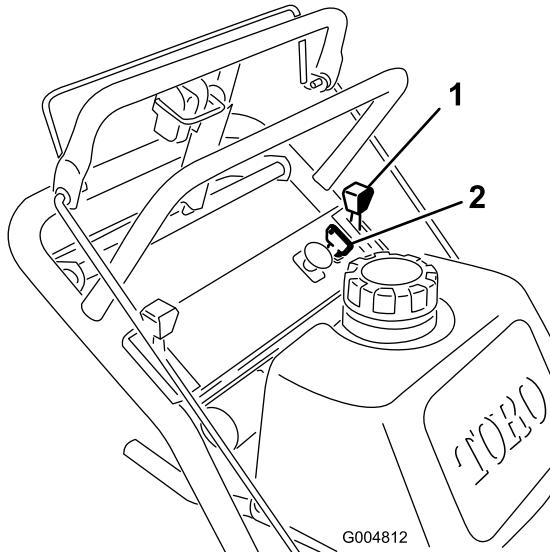

Figure 16
1. Réglez la manette d'accélérateur en position **bas régime** (Figure 16).
3. Tournez la clé de contact à la position **contact coupé** (Figure 16).